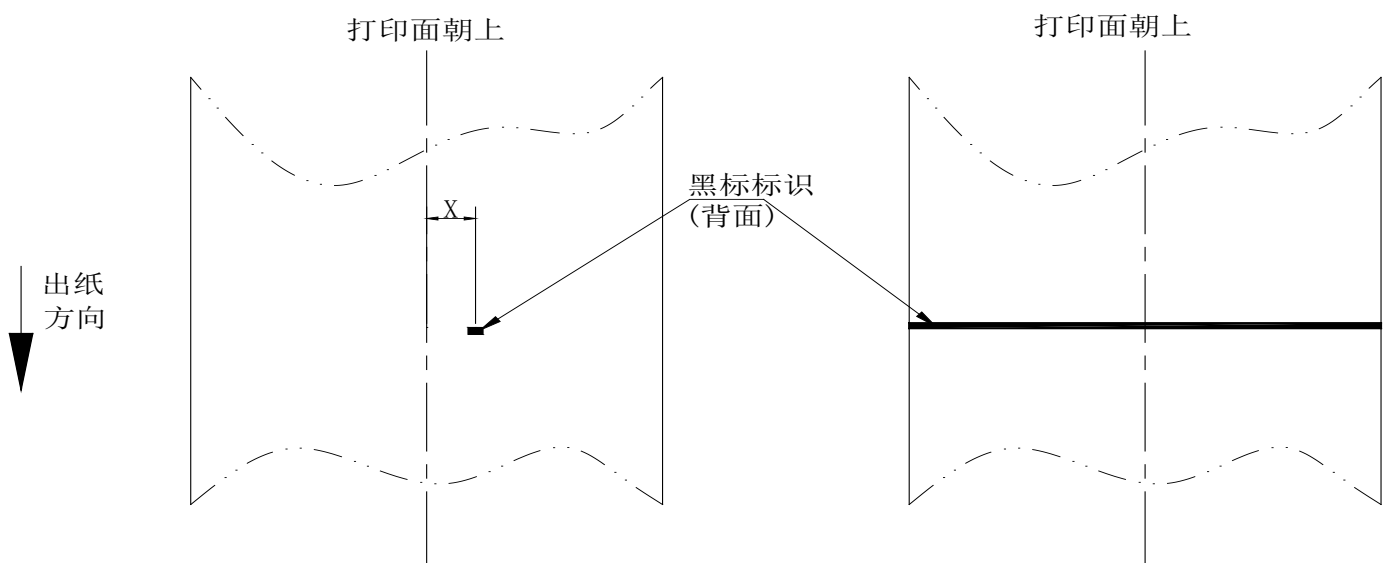

图 1-1-1
3) 黑标热敏纸：黑标标识建议贯穿整张纸张宽度或者黑标标识中心距纸张宽度方向中心位置 $20.5 \sim 22.5\text{mm}$ 处。如下图 1-1-1。